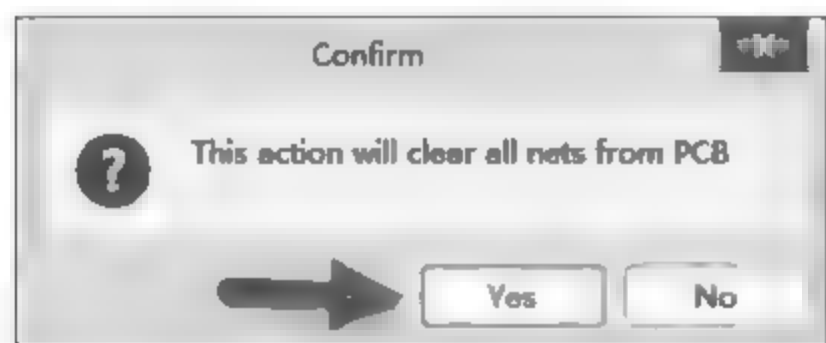
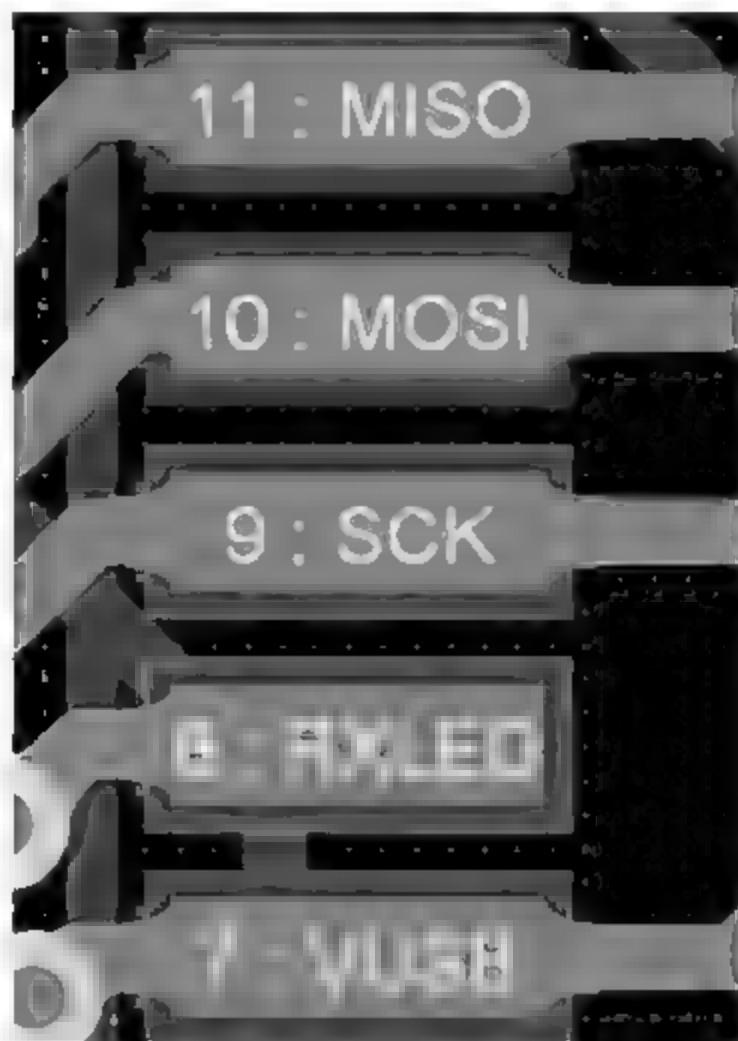

图 8-18 确认操作对话框
图 8-19 网络删除前的局部截图
③ 弹出 Confirm(确认)对话框,提示删除 PCB 的所有网络,单击 Yes 按钮,如图 8-18 所示。返回“网表管理器”对话框后,单击“关闭”按钮。清除网络的对比效果如图 8-19 和图 8-20 所示。